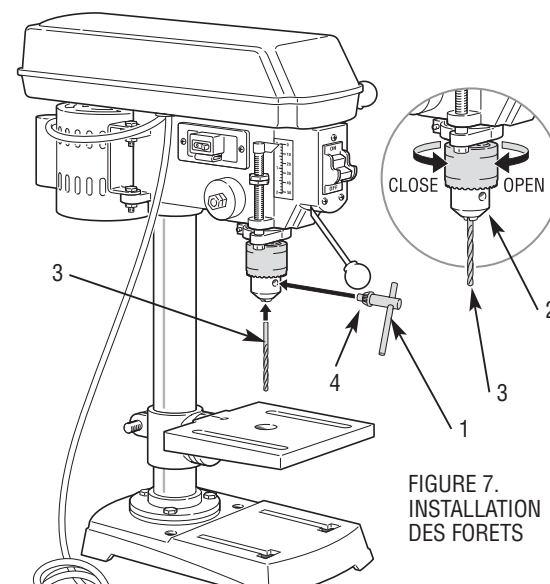

FIGURE 7.
1. Utiliser la clé de mandrin (1) pour desserrer le mandrin de perçage (2). Voir figure 7.
2. Enfoncer l'extrémité lisse du foret (3) aussi loin que possible dans le mandrin de perçage (2).
3. Faire ressortir le foret (3) d'environ 1/16 po ou jusqu'aux goujures pour les forets plus petits.
4. Vérifier que le foret (3) est bien centré dans les mâchoires du mandrin de perçage avant de serrer.
5. Utiliser la clé de mandrin (1) et serrer le mandrin de perçage (2) pour verrouiller le foret (3) en position.
6. S'assurer que la clé de mandrin (1) est retirée du mandrin de perçage AVANT la mise en marche de la perceuse à colonne.
7. La clé de mandrin est équipée d'une goupille d'éjection (4) qui permet d'éviter de l'oublier par mégarde dans le mandrin de perçage.